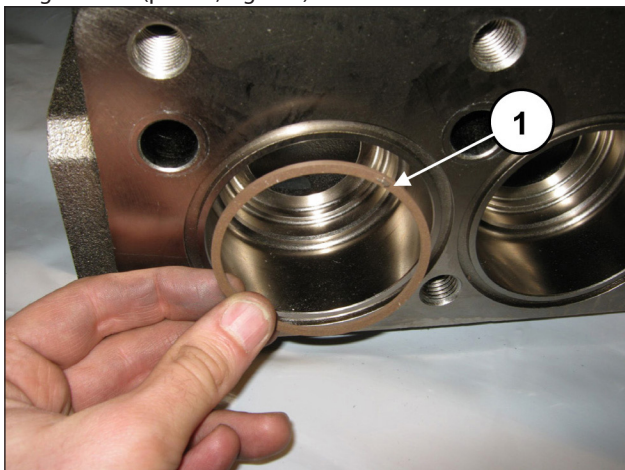

Fig. 153
Introducir la anilla antiextrusión en aspiración, pos. dibujo desglosado 6 (pos. ①, Fig. 153).